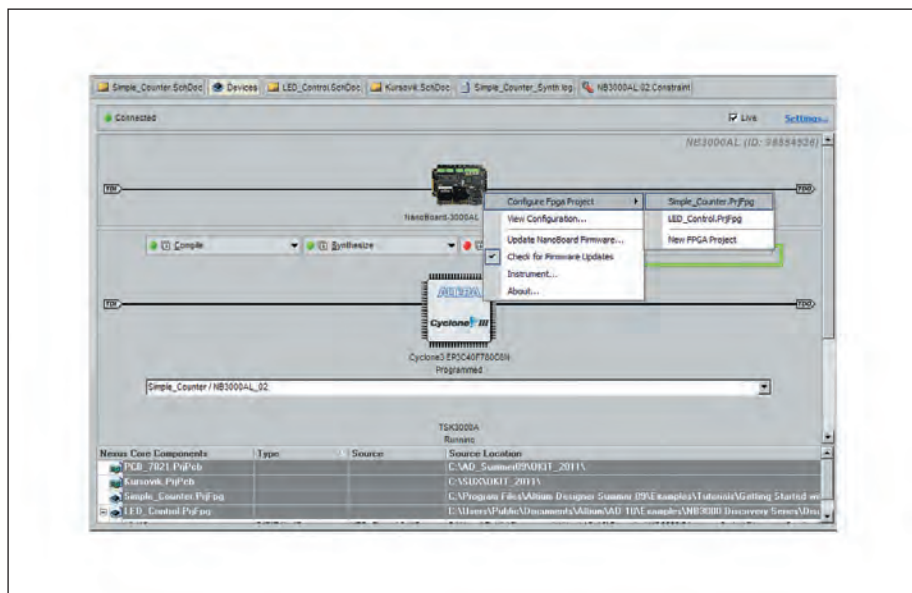

Рис. 2. Панель-оболочка *Devices View*
Для обеспечения доступа должна быть сформирована конфигурация проекта. Это, как уже отмечалось ранее, именованный список файлов привязки (*Constraint files*). Файлы привязки, описывающие ресурсы NanoBoard, как и конфигурация, могут быть сформированы вручную, однако Altium Designer предоставляет возможность упростить данную трудоемкую работу путем автоматического формирования конфигурации. Для этого нужно щелчком правой клавишей мыши на значке *NanoBoard* в панели *Devices View* активировать контекстное меню и указать в нем команду *Configure FPGA Project* (рис. 2). В открывшемся подменю следует выбрать один из списка загруженных проектов или указать команду *New FPGA Project* (Создать новый FPGA-проект).
- командой контекстного меню *Configure FPGA Project* (рис. 2) формируем конфигурацию проекта (имя конфигурации — *NB3000AL\_02*). В дерево проекта программа включает файл привязок *NB3000AL\_02.Constraint*;